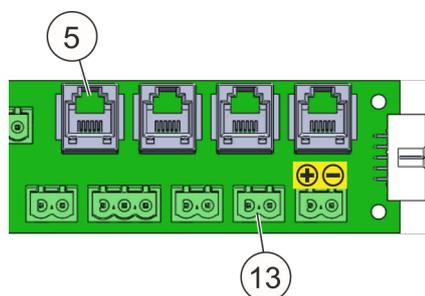
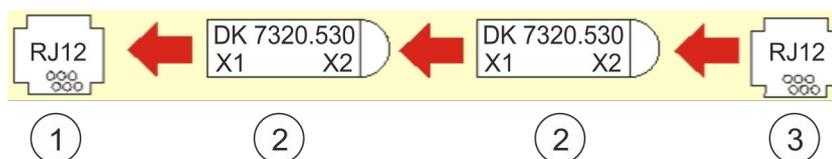

Fig. 47 : Raccordements du commutateur de contact de porte
Fig. 48 : Schéma d'installation pour le commutateur de contact de porte « Connecteur RJ12 » (capteur d'accès)
L'entrée du contact de porte « 5 » (Fig. 47 /5) est conçue pour le type de commutateur Rittal 7320.530 (Fig. 49 /2 ou 3). Raccorder le commutateur de contact de porte de la variante « connecteur RJ12 » à l'entrée du contact de porte « 5 ». Effectuer le raccordement selon Fig. 48 et Fig. 49 .
- 1 Entrée du contact de porte « 5 » (Fig. 47 /5)
La résistance de terminaison prémontée (Fig. 47 /13) doit être retirée en cas d'utilisation du commutateur « Rittal 7320.530 ».